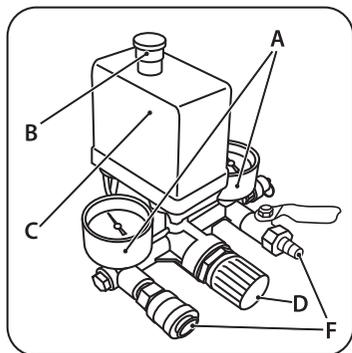

рис. 11
Для запуска проверить, что переключатель реле давления находится в положении «Выкл» («OFF») (рис. 11). Вставить вилку в сетевую розетку или подключить ток плавным выключателем-автоматом (если он имеется) и запустить компрессор при помощи выключателя реле давления, переводя его в положение «Вкл» («ON») (рис. 11).
По истечении времени обкатки закрыть клапан слива конденсата и проверить, чтобы компрессор нагнетал воздух в ресивер и останавливался автоматически по достижении максимального рабочего давления, указанного на индикаторе манометра (A) (рис. 11).
Компрессор работает полностью автоматически при помощи реле давления (C) (рис. 11), останавливающего двигатель по достижении максимального давления и запускающего компрессор при падении давления до минимального установленного уровня (на 2 бара меньше максимального рабочего давления).
Для правильного использования компрессора проверьте оптимальное значение давления для инструмента, которым вы должны пользоваться. При помощи выходного редуктора и манометра расхода выходного воздуха возможна регулировка выходного давления сжатого воздуха. Для выполнения этой операции нужно повернуть вентиль редуктора (D) по часовой стрелке для увеличения давления, а против часовой стрелки — для уменьшения давления. По окончании работы, рекомендуется перевести значение выходного давления на ноль по манометру (A) (рис. 11). Эта операция нужна для предотвращения увеличения погрешности и быстрого износа редуктора.
Подключение пневматического инструмента к компрессору осуществляется с помощью выходного быстросъемного штуцера (F) (рис. 11).